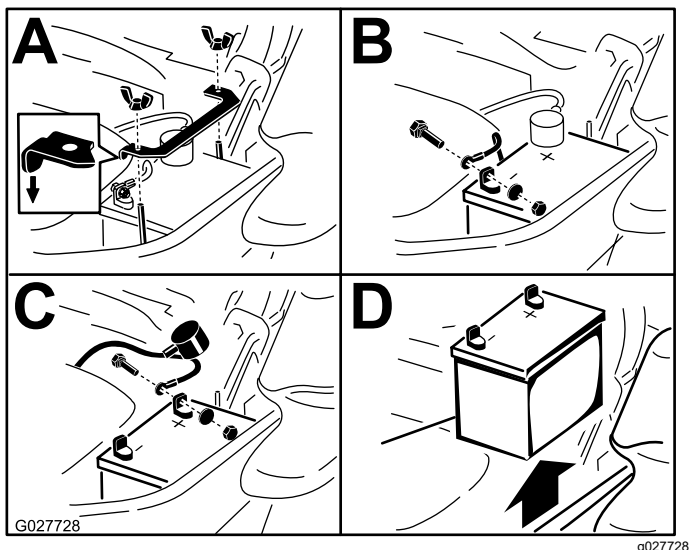

Figura 74
3. Remova a bateria como se mostra na Figura 74.